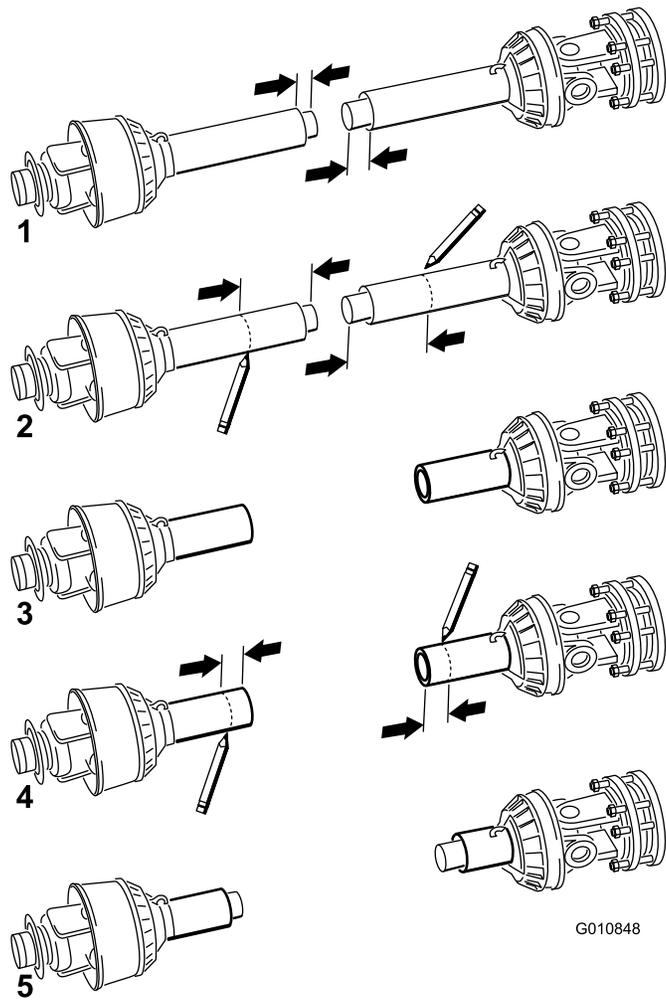

Рисунок 18
- Отделите друг от друга две половины ВОМ (Рисунок 18, иллюстрация 1).
- Измерьте расстояние от конца каждой трубы до ее защитного экрана (Рисунок 18, иллюстрация 1). Запишите этот размер.
- Используя расстояния, определенные на этапе 8, измерьте, разметьте и обрежьте экран и трубу на каждой половине вала отбора мощности (Рисунок 18, иллюстрации 2 и 3).
- Используя расстояния, определенные на этапе 11, измерьте, разметьте и обрежьте только экраны, чтобы открыть трубы Рисунок 18, иллюстрации 4 и 5.